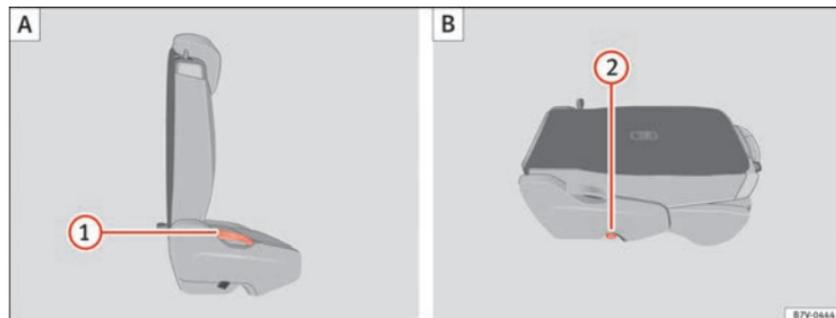

Abb. 90 Zweite Sitzreihe: Rücksitz vorklappen **A**,
- Entfernen Sie Gegenstände aus dem Fußraum vor und hinter dem Rücksitz ⇒ ①.
- Hebel ⇒ Abb. 90 ① nach oben ziehen und Rücksitzlehne nach vorn klappen. Der komplette Rücksitz klappt nach vorn ⇒ △.
- Die nach vorn geklappte Rücksitzlehne herunterdrücken, bis die Rücksitzlehne in der Ladebodenposition eingerastet ist ⇒ Abb. 90 ②.
- Hebel ⇒ Abb. 90 ① nach oben ziehen und Rücksitzlehne nach oben in die aufrechte Position klappen. Der komplette Rücksitz klappt nach hinten.